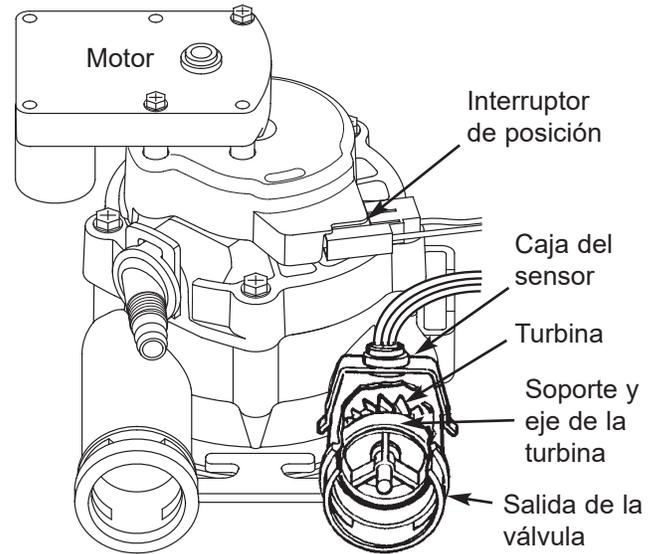

FIG. 41
**FUNCIONAMIENTO DE LA TURBINA:** Si no fluye agua por el ablandador, el indicador de la turbina mostrará tres ceros. Cuando fluye agua, se repite un recuento de 000 a 199 por cada galón (3.8 litros) de agua que pasa por la turbina. Para comprobar el funcionamiento positivo de la turbina cuando aparecen ceros en la pantalla, abra un grifo cercano de agua blanda y observe el recuento de la turbina. Si no obtiene una lectura en la pantalla con el grifo abierto, jale la caja del sensor del puerto de salida de la válvula (vea la Fig. 41). Pase un pequeño imán de un lado al otro al frente del sensor. Deberá obtener una lectura en la pantalla. Si obtiene una lectura, desconecte la plomería de entrada y salida y compruebe que la turbina no esté pegada.